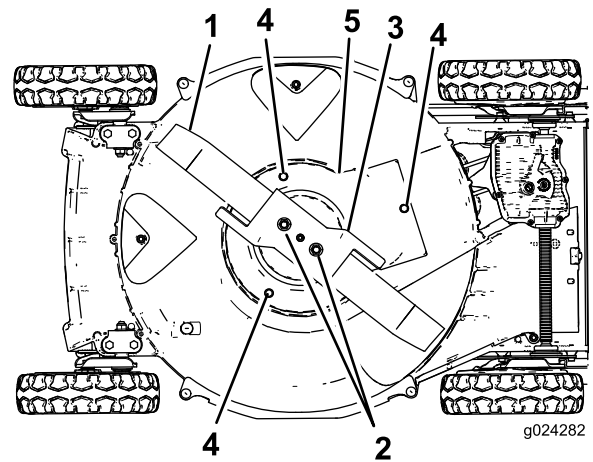

Bild 39
6. Entfernen Sie die zwei Messermuttern, das Gaspedal und das Messer (Bild 39).
7. Entfernen Sie die Schrauben, mit der das Schutzblech der Messerbremse am Mähergehäuse befestigt ist (Bild 39).